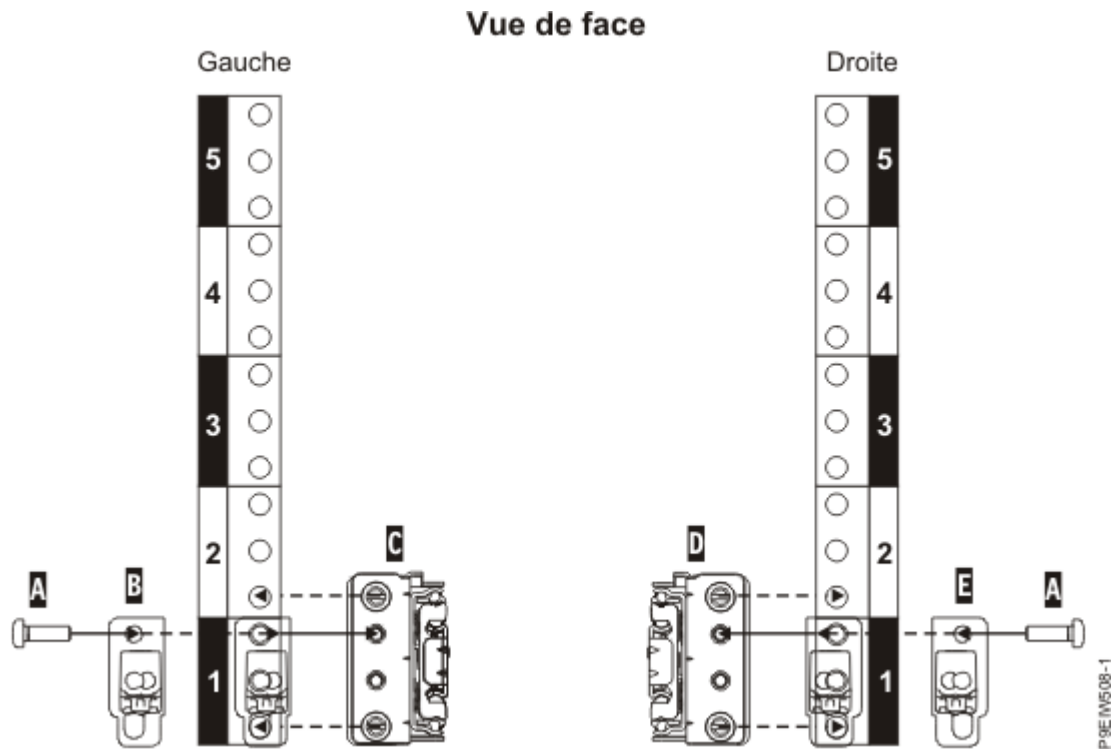

Figure 4. Fixation des glissières à l'avant de l'armoire
2. A l'avant de l'armoire, positionnez la glissière de gauche (**C**) entre les normes de montage EIA avant et arrière côté gauche, comme illustré dans la Figure 4, à la page 6.
5. Positionnez le loquet de fermeture avec ressort (**B**) en recouvrant l'espace EIA avant de la glissière, comme illustré dans la Figure 4, à la page 6.
7. Répétez les étapes «1», à la page 5 à «6», à la page 6 pour la glissière de droite (**D**), comme illustré dans la Figure 4, à la page 6. La glissière de montage de droite est marquée d'un identificateur R à l'emplacement avant.